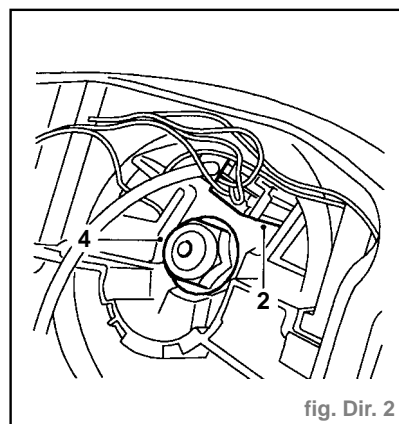
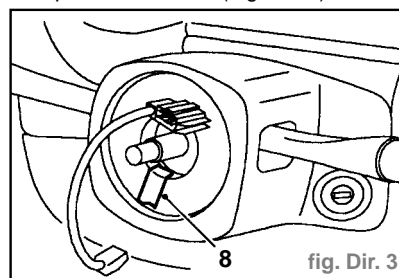

fig. Dir. 2
fig. Dir. 3
- Débrancher la fiche multibroches (2) de l'accouplement tournant (Fig. Dir. 2).
- Immobiliser le volant et desserrer l'écrou autofreiné (4) maintenant le volant sur la colonne.
- Attacher le ruban (8) sur le bord de l'accouplement tournant pour le maintenir en position correcte (Fig. Dir. 3).